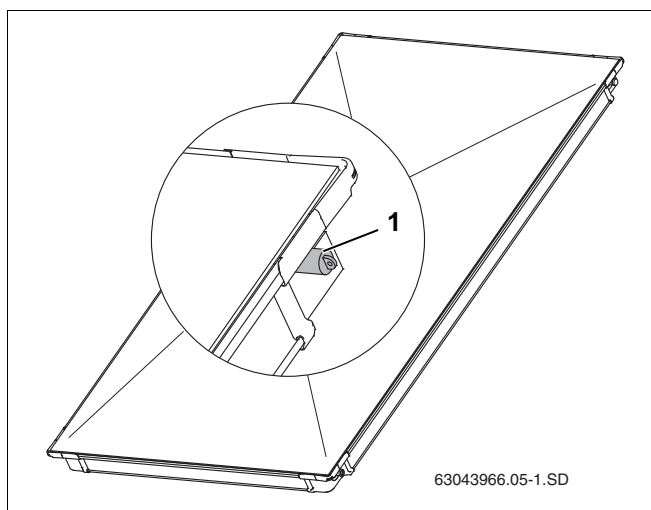

Fig. 5 Kunststforkapper på solfangertilslutninger
- ▶ Fjern først gummikapperne (fig. 5, **pos. 1**) lige før monteringen.